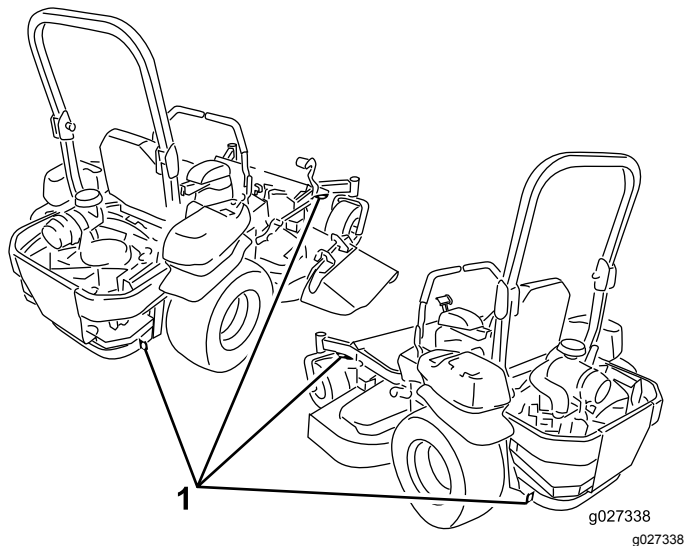

Figure 39
5. Servez-vous des points d'attache de la machine pour l'arrimer solidement sur la remorque ou le véhicule de transport au moyen de sangles, chaînes, câbles ou cordes (Figure 39).